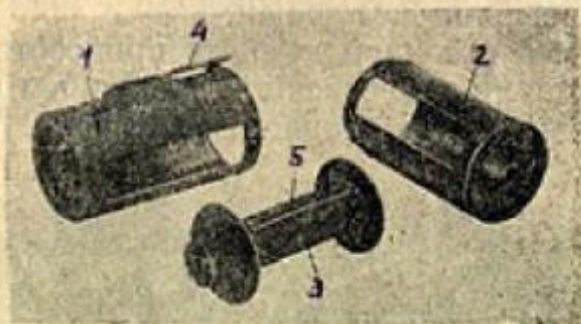

Рис. 7.
Кассета (рис. 7) представляет собой соединение двух полых цилиндров (1) и (2) с катушкой внутри (3). На наружном цилиндре (1) имеется направляющий выступ с укрепленной на нем плоской пружиной, запирающей кассету (4) и прямо-